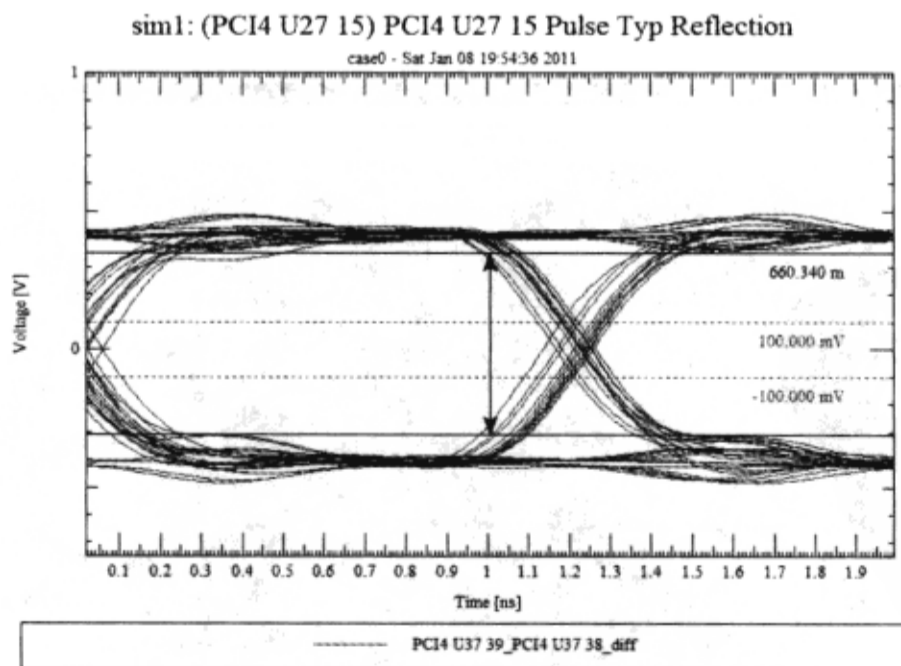

图 6-4-36 调整标志线位置
(24) 单击“SigWave”窗口的  图标→添加“Differential Horizontal Marker”标志线→选中标志线→单击鼠标右键→从弹出菜单中选择“Line Style”，使标志线为实线→调整标志线位置，如图6-4-36所示。
(25) 在“SigWave”窗口单击  图标→单击“Differential Vertical Marker”标志线→从最左边的颜色块中选择黑色。